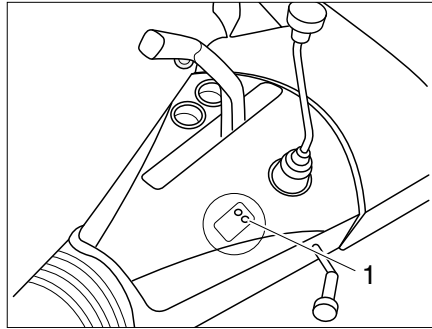

Bild 3 LED des ATC (AL-KO Trailer Control)
- Stecker des ATC an die Anhängerkupplung anschließen. Ein Selbsttest wird durchgeführt, die LED (Bild 3,1) leuchtet rot.
- Nach dem Selbsttest leuchtet die LED (Bild 3,1) grün, das ATC ist aktiv. Leuchtet die LED nicht grün, funktioniert das ATC nicht richtig, siehe nachfolgende Tabelle.